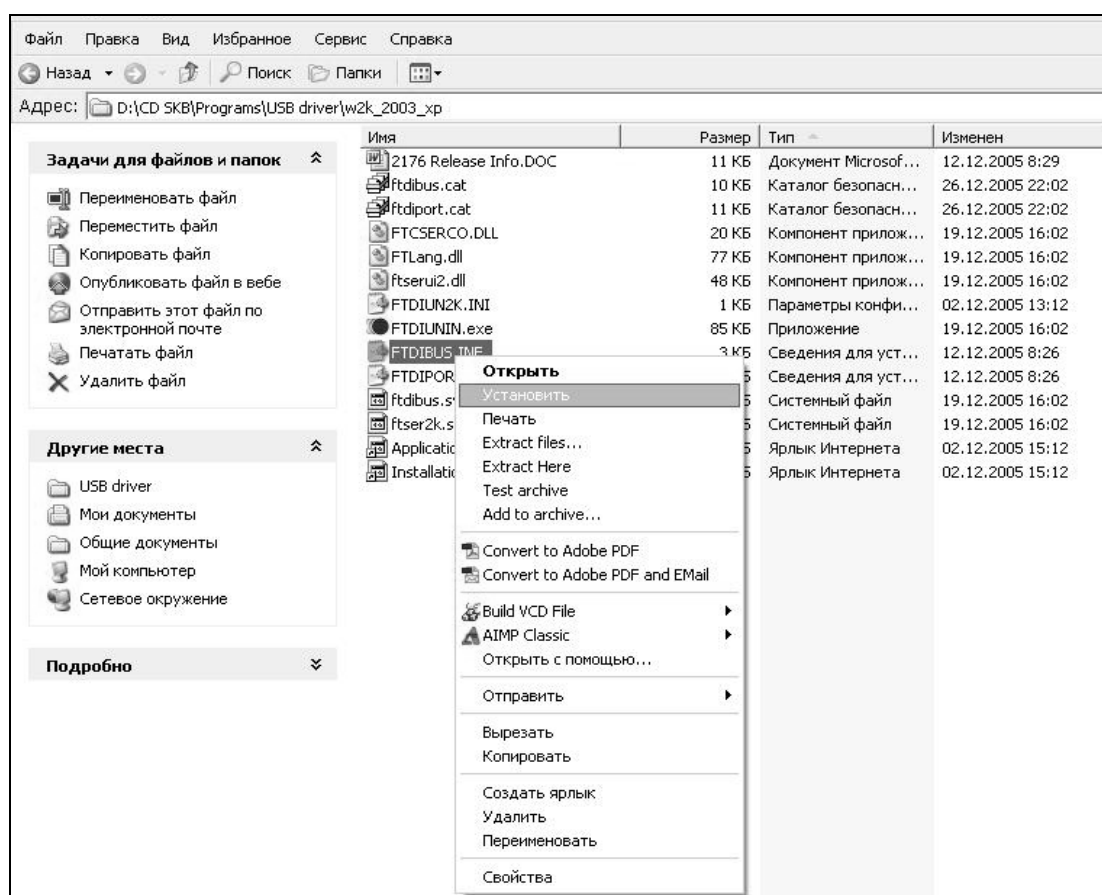

Рисунок 5 – Окно ручной установки драйвера
- выпадающем меню выберите пункт «Установить» (рис. 5);